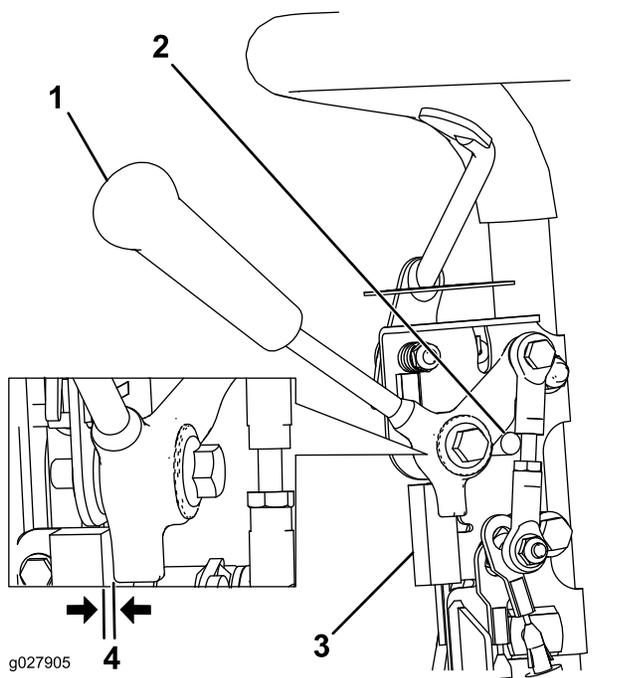

图36
1. 确保发动机关闭、牵引杆处于“已分离”位置且机器停在“空档停止”位置图36。
2. 松开联锁开关紧固件(图36)。
3. 在牵引杆与联锁开关之间放入 0.8mm 厚的塞尺图36。